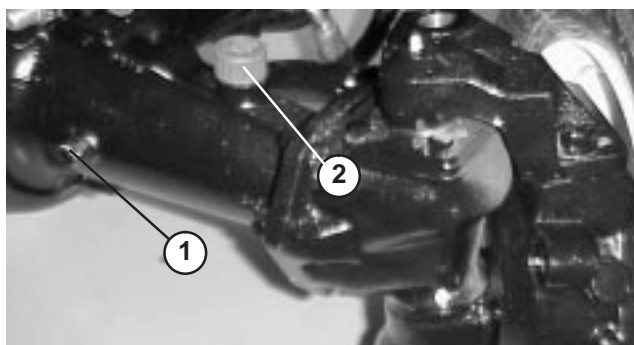

Figure 21
2. Retirez un bouchon de contrôle (Fig. 21) à une extrémité du pont et vérifiez si le lubrifiant atteint le bas du trou. Si le niveau est bas, retirez le bouchon de remplissage (Fig. 21) et ajoutez suffisamment de lubrifiant pour rectifier le niveau.